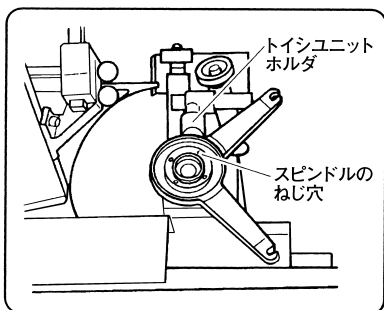

図 23
- 丸刃の穴 (10mm) にドライバーをさし込み、穴 (10mm) が上になるまで丸刃をまわして、さし込んだドライバーの先端をトイシユニットホルダ (図 23) に引掛け、まわり止めをします。
(2) 丸刃の取付け方